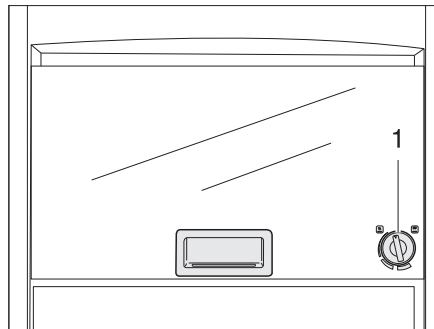

Fig. 311 Forno a gas (Dometic)
- Premere leggermente il pomello girevole (Fig. 311,1) e ruotarlo verso sinistra in una posizione a piacere.
- Ruotare il pomello girevole (Fig. 311,1) su "O". La fiamma si spegne.